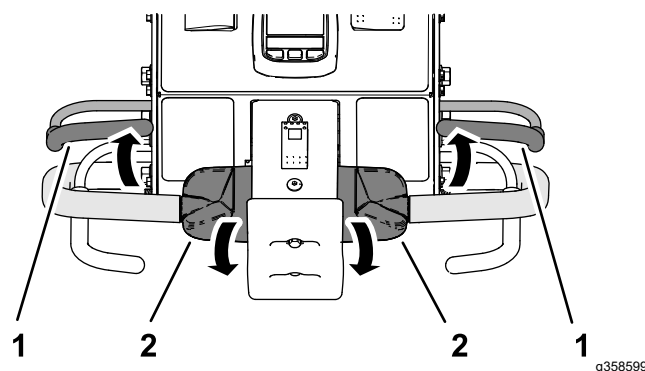

Figura 34
3. În timp ce Țineți comanda de tracțiune, eliberați maneta pentru prezența operatorului (Figura 34).